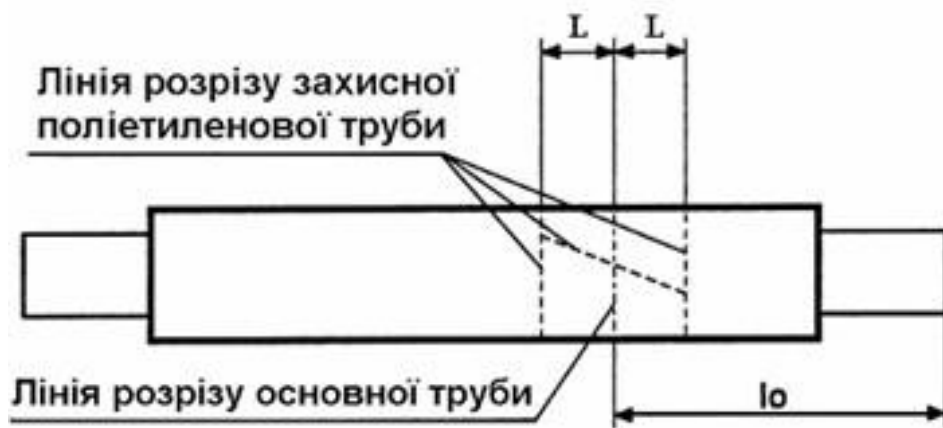

Рис. 11 Підготовка до розрізання попередньоізолюваної труби
- відміряти на захисній оболонці в обидві сторони від лінії розрізу сталеві труби довжину (L) неізолюваних кінців для даного типорозміру (рис. 11).